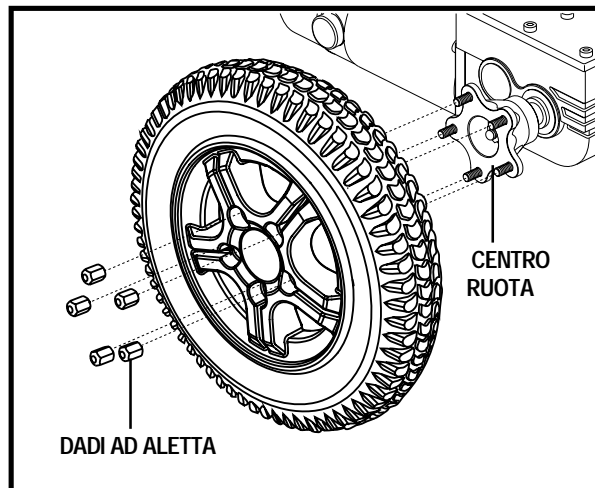

Figura 25. Ruota Motrice della Quantum 6000
4. Rimuovere i (5) dadi ad aletta dal centro ruota. Vedere figura 25.